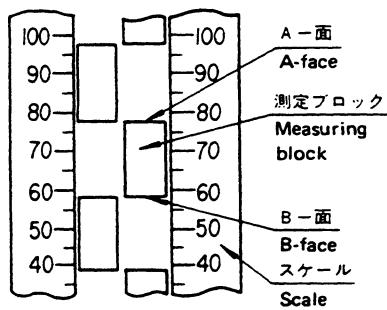

Fig. 8
(1) ミリ系ハイトマスタの読み取り方法
① 固定スケールの読み取り
- たとえばFig.8の測定ブロック上面を使用した場合は70mm、下面を使用した場合は50mmと読み取って下さい。
(1) Reading of Metric Height Master
Reading is made in the unit of 10 mm on the reference scale. In Fig. 8, A-face in between 70 mm and 80 mm graduation is read as 70 mm in height and B-face as 50 mm.
④ ①～③の読み取り値を合計した値が測定ブロックの高さになります。
- Fig. 8 -Fig.10で測定ブロック上面を使った場合は、次のようにになります。